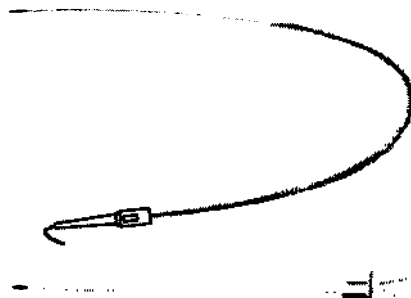

Рис. 3: Направитель и инъекционная игла
- направителя 0,035" x 45 см (Рис.: 3)
- инъекционной иглы 18G x 7 см (Рис.: 3)